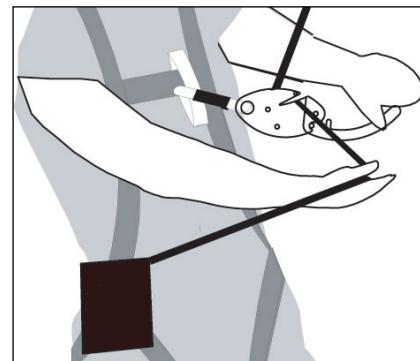

Bild 2 Infästning i sele
- 3) Fäst Smartline-bromsen i en infästningspunkt på selens framsida (bild 2, vi rekommenderar den nedre infästningspunkten, om selen har en sådan) med den gröna karbinhaken. Kontrollera att båda karbinhakarna är låsta.